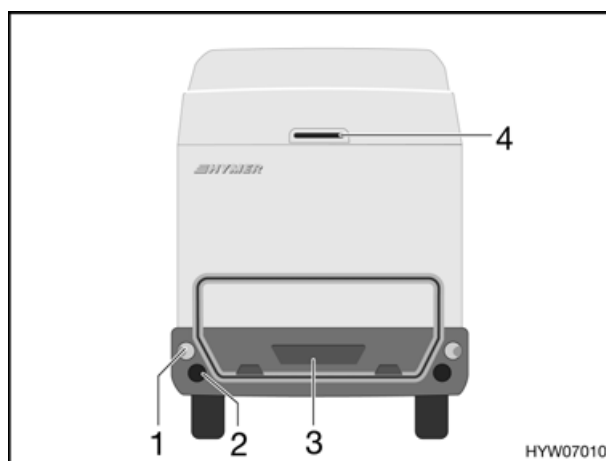

Fig. 80 Luci posteriori
- Svitare le viti degli involucri (Fig. 80,1 a 3).
La terza luce del freno (Fig. 80,4) va sostituita assieme al suo involucro.